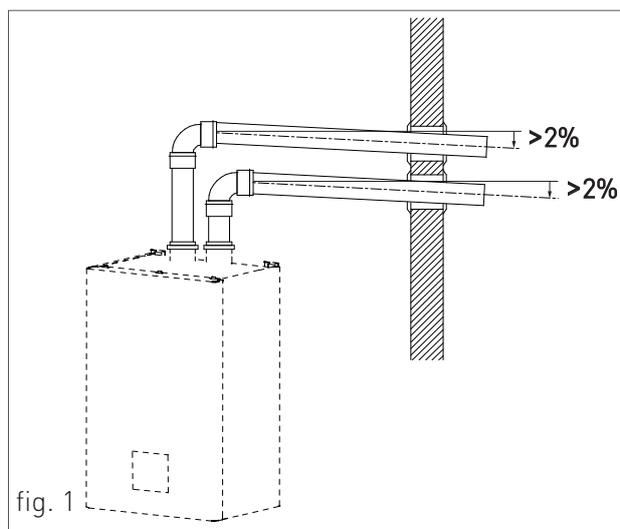

fig. 1
- › Per tutti i tratti orizzontali dei condotti di scarico e di aspirazione aria, è consigliabile prevedere una pendenza in salita (verso lo scaldabagno) minima del 2% (vedi fig.1) in modo da evitare l'ingresso di acqua piovana, polvere o oggetti estranei all'interno del condotto.
Per questo tipo di **scaldabagno** sono disponibili le seguenti configurazioni di scarico dei fumi: B22, C12 e C32 (vedi Fig. 1).